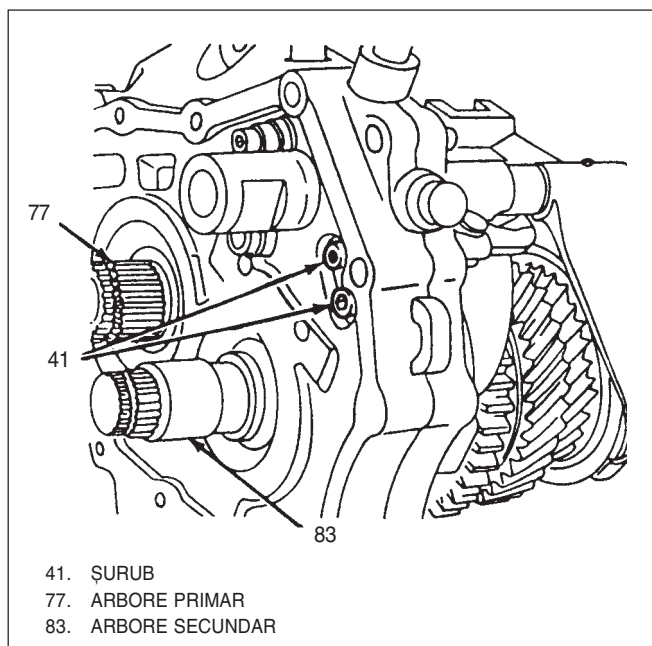

Fig. 13 Prinderea suportului (78)
- Tijă poziționare(35) și (37).
- 15) Bolțul(79) și suport(78), Fig 13.